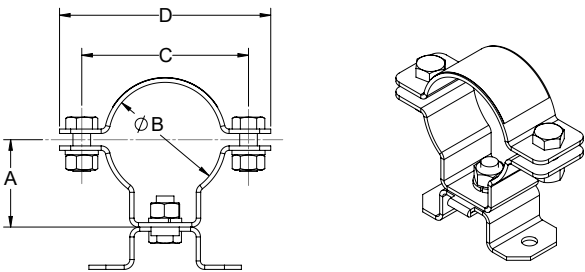

Figura 5. Detalles del montaje en poste
- 2. Verifique que el diámetro de la abrazadera interna coincida con el diámetro del poste antes de la instalación. Las abrazaderas están disponibles en los siguientes tamaños 1,65 (42 mm), 2,00 (51 mm) y 2,36 (60 mm) (consulte la Figura 5).